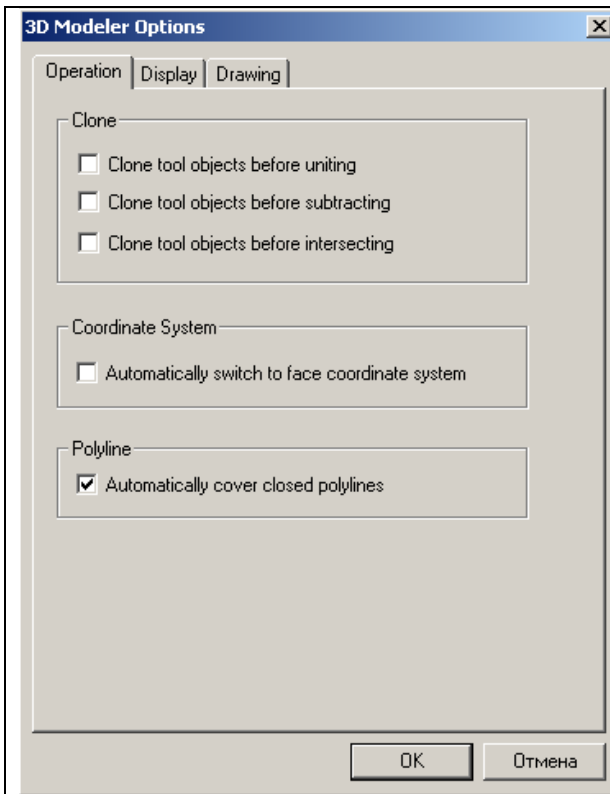
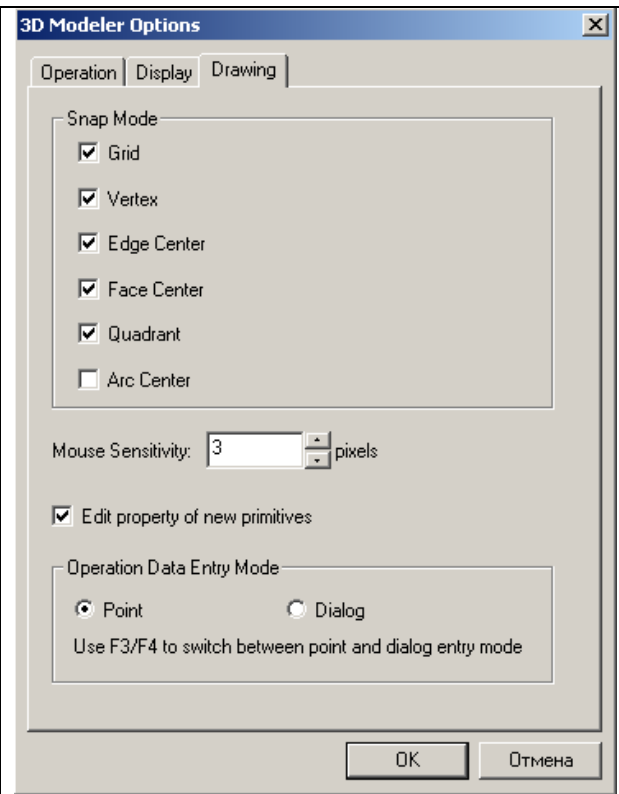

Рис. 9.2. Установки для создания полигонов
Рис. 9.3. Установки для редактирования свойств новых примитивов
Запустите HFSS и выберите опции расчета. Для этого используйте команду **Tool > Option > HFSS Option**. Появляется окно **HFSS Option** (рис. 9.2), в котором:
1. Откройте закладку **General**. Используйте ассистент (Wizards) для ввода данных при создании новых граничных условий, отметьте галочки в разделе *Clone* (рис. 9.2), чтобы дублировать границы вместе с геометрией и кликните **OK**.
Отметьте в закладке **Operation** опцию для автоматического замыкания полигонов, при черчении их как многополюсников (рис. 9.2), затем откройте закладку **Drawing**, и откройте в ней опцию редактирования свойств новых примитивов (рис. 9.3). Кликните **OK**.